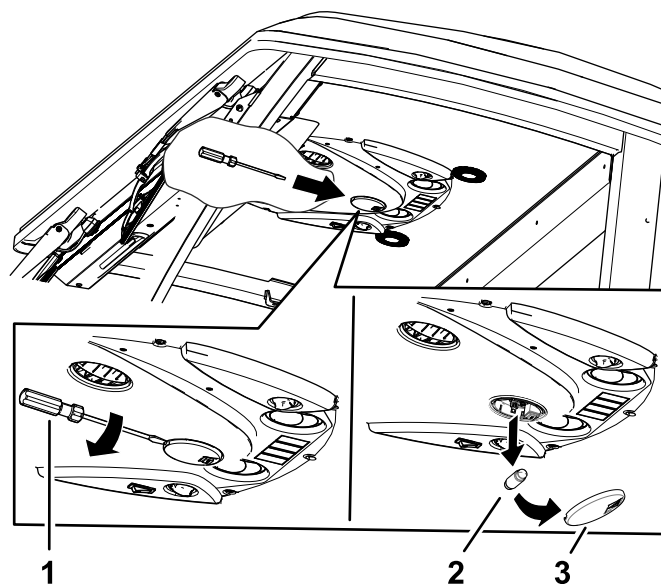

Figura 118
1. Utilice un destornillador para retirar la lente de la luz del panel de control. (Figura 118).
2. Retire la lámpara de la base (Figura 118).